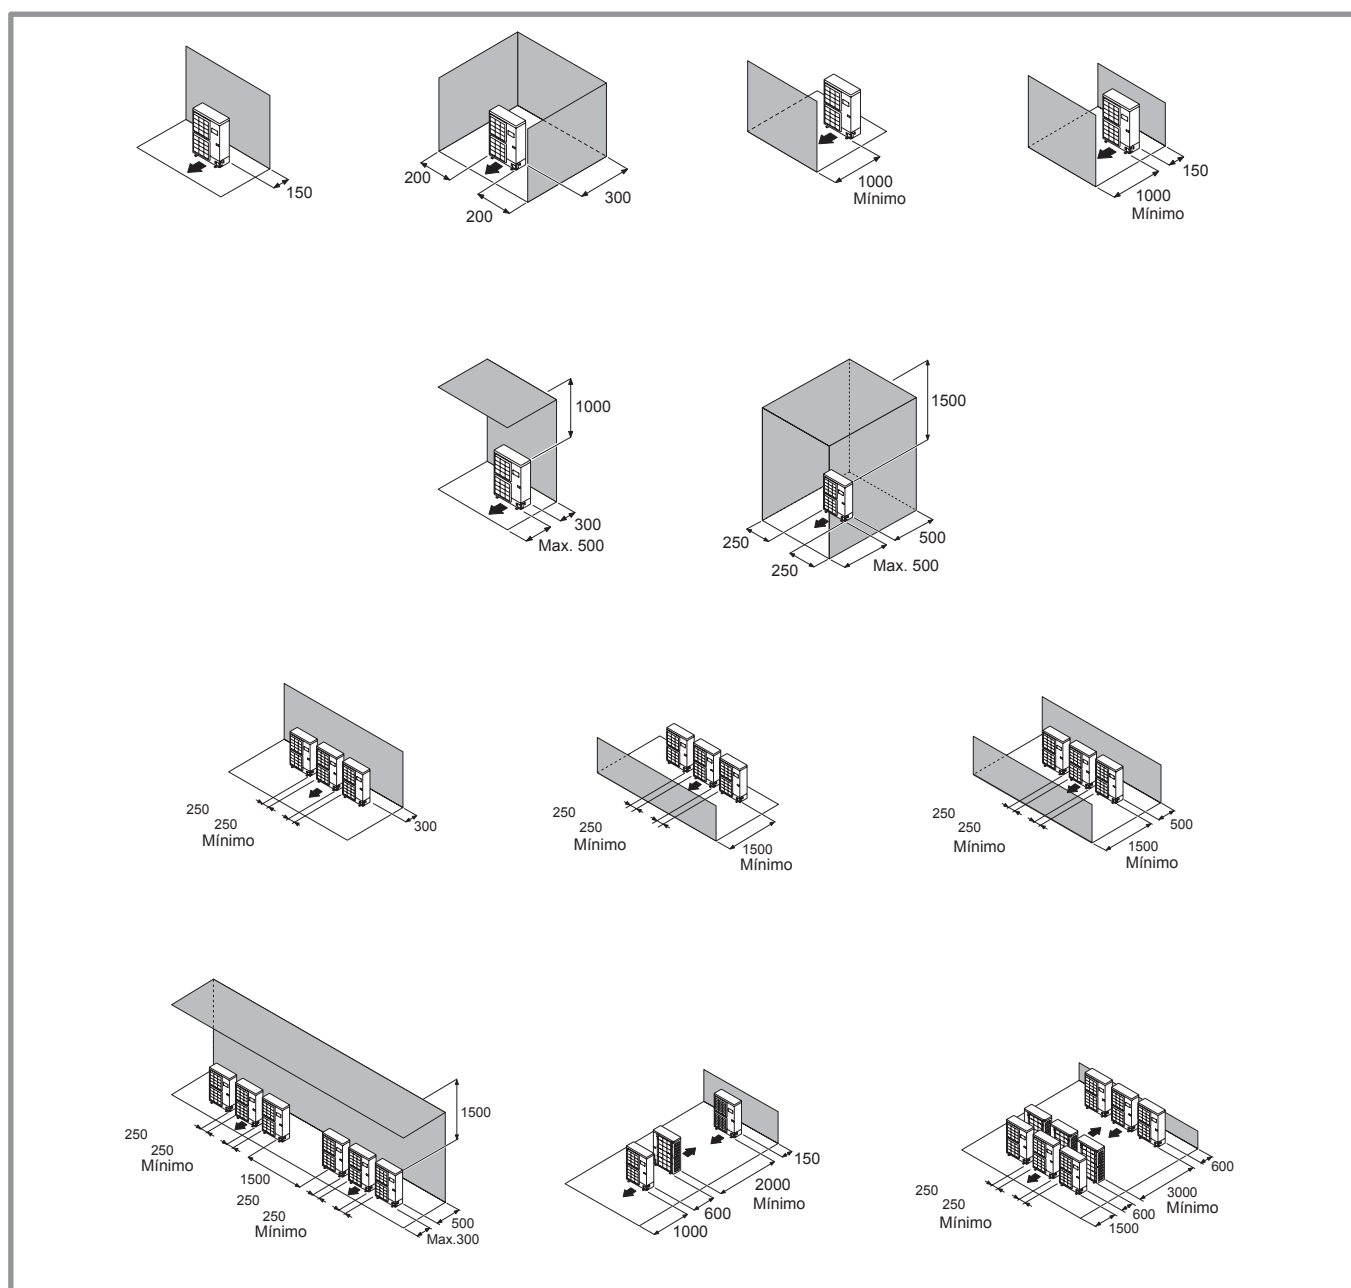

figura 13 - Separaciones mínimas de instalación alrededor de la unidad exterior
- ☞ La unidad exterior debe instalarse exclusivamente en el exterior (fuera). Si se precisa una protección, ésta debe tener amplias aberturas en las 4 caras y debe respetar las separaciones de instalación (figura 13).
- Ningún obstáculo debe impedir la circulación del aire a través del evaporador y en la salida del ventilador (figura 13).